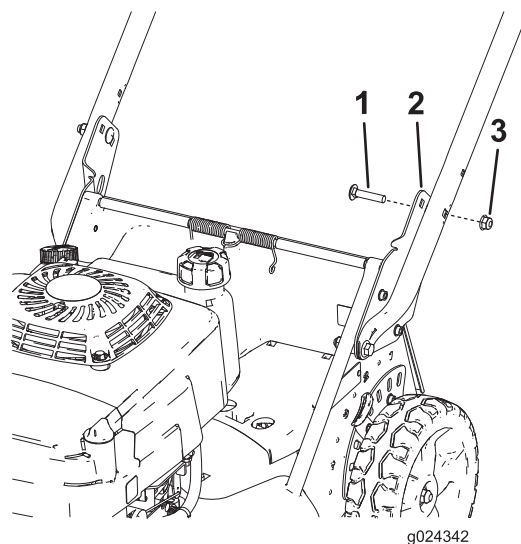

Figura 6
6. Sujete el manillar a los soportes del manillar en la posición de altura deseada con 2 pernos de cuello cuadrado (5/16 x 1-1/2") y 2 tuercas con arandela prensada (5/16"), según se muestra en Figura 6.